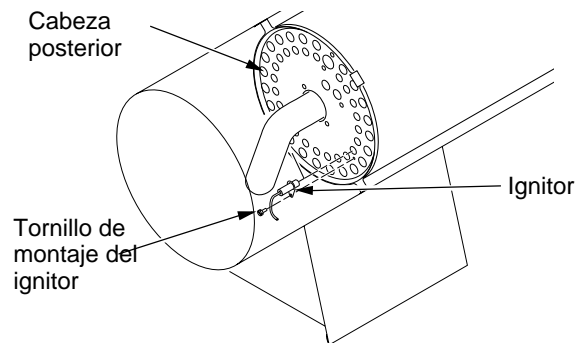

Figura 15: Extracción del tornillo de montaje del ignitor y el ignitor
- Extraiga el tornillo de montaje del ignitor de la cabeza posterior usando un destornillador para tuercas o un destornillador estándar (consulte la figura 15).